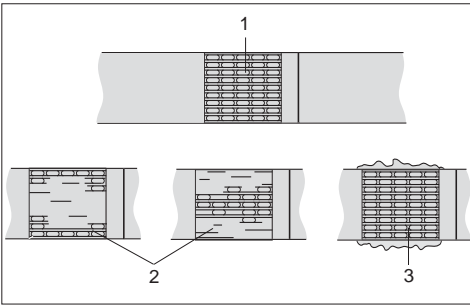

Fig. 9
– Check appearance of seal (see fig. 9) regularly. If the straps are poorly welded, **check the welding time setting (refer to chapter 5.7).**
- Revise siempre el aspecto de la soldadura (ver fig. 9). **Si la calidad del soldado no es satisfactoria: Revise el tiempo de soldadura (ver capítulo 5.7).**
- Vérifier régulièrement l'aspect du sertissage (voir fig. 9). En cas de bandes mal soudées: **vérifier le réglage de la durée de soudure (voir chapitre 5.7).**